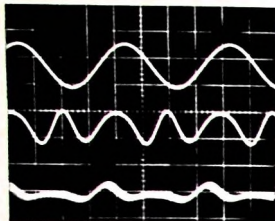

Bild 10. Klirrfaktormessungen an einem Verstärker und am Direktausgang des Sinusoszillators nach Bild 1
Als Beispiel für die zu erwartenden Signalformen sind im Bild 10 die Eingangsspannung (oben) und die Ausgangsspannung (Mitte) des Filters untereinander dargestellt. Man sieht, daß die Grundschwin-
Bei einer genauen Berechnung müßten jedoch die Effektivwerte berücksichtigt werden. Im angegebenen Beispiel (mittleres Oszillogramm im Bild 10) erhält man mit Gl. (1) einen Klirrfaktor von etwa 1,8 %, wenn man $V = 0,4$ setzt.
Um so geringe Verzerrungen noch mit einiger Sicherheit messen zu können, muß das Eingangssignal einen sehr kleinen Klirrfaktor haben. Zur Überprüfung dieses Eigenklirrfaktors wurde das Doppel-T-Filter an den Direktausgang des Sinusoszillators geschaltet. Der Spannung am Ausgang des Filters (untere Kurve im Bild 10, Empfindlichkeit des Oszillografen 5 mV/cm) ist Netzbrummen (zum Teil durch nichtabgeschirmte Verbindungen zum Oszillografen bedingt) überlagert. Da es aber etwa 80 dB unter dem Nutzsignal liegt, stört es noch nicht. Die Amplitude der Oberwellen ist etwa 3,5 mV_{eff}, am Eingang des Filters liegen 5,6 V_{eff}. Bei überwiegender zweiter Oberwelle im Restgemisch beträgt somit der Eigenklirrfaktor weniger als 0,2 %.